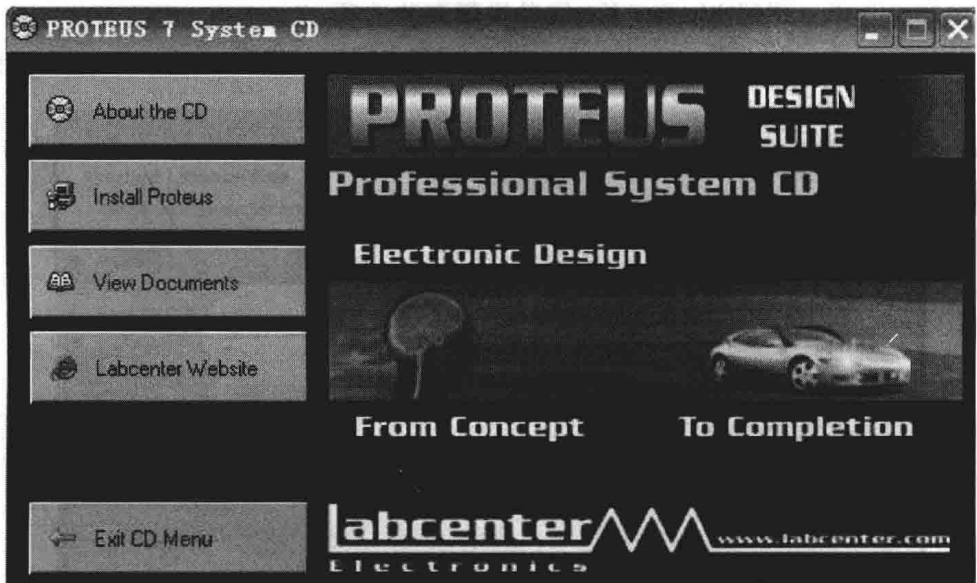

图 1-1 Proteus 安装界面
(1) 插入安装光盘,出现光盘自动运行界面,如图 1-1 所示(注意:安装时请勿插入加密狗,直到安装完全结束)。